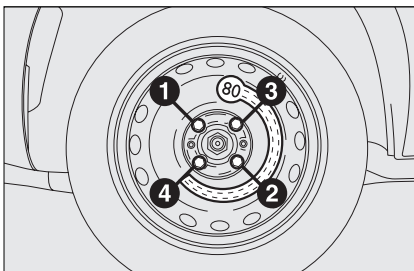

Рис. 8
- Используя гаечный ключ, затяните болты крепления колеса в последовательности, указанной на **рис. 8**.
- Окончательно затяните болты, используя гаечный ключ, в последовательности, указанной на **рис. 8**;
- Используя гаечный ключ, произведите окончательную затяжку болтов крепления в последовательности, указанной на для запасного колеса-докатки (см., **рис. 8**).